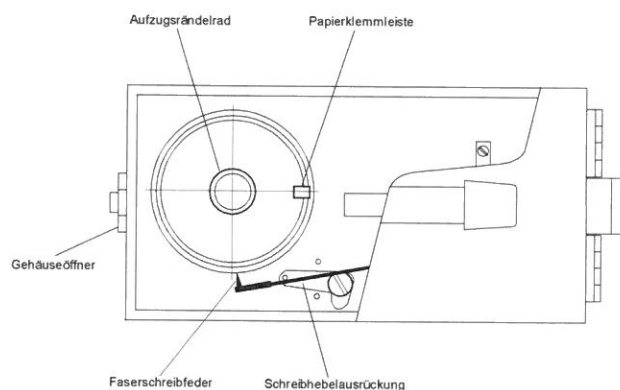

Bild 12
5.3 Papiertrommel für Trommelschreiber nach Bild 12
Bei Inbetriebnahme der Schreibeinrichtung wird zunächst der Schreibhebel aus der Transportsicherung (Drahtfeder) herausgenommen. Das Faserschreibelement wird nun bis zum Anschlag auf den Schreibhebel geschoben. Nach Abnehmen der Abdeckkappe und Lösen der Schreibhebelausrückstange (Bild 12) ist das Schreibelement betriebsbereit. Vor jedem Transport ist der Schreibhebel wieder in die Transportsicherung einzulegen (nur Druckmessgeräte, Trommelschreiber).